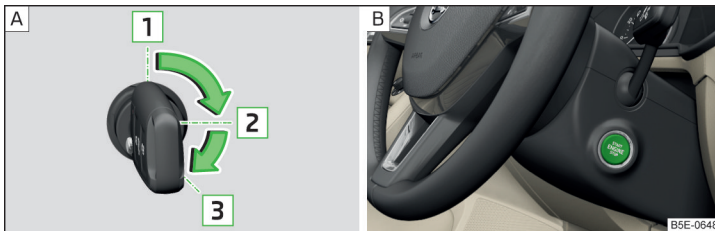

Abb. 238 Positionen des Fahrzeugschlüssels im Zündschloss / Starterknopf
Positionen des Fahrzeugschlüssels im Zündschloss » Abb. 238 - [A]
➤ Den Knopf drücken » Abb. 238 - [B], die Zündung wird ein-/ausgeschaltet.
- Bei Fahrzeugen mit **Zündschloss** den Schlüssel in die Position **3** drehen » Abb. 238 auf Seite 209 - [A], es erfolgt der Startvorgang. Dann den Schlüssel loslassen, der Motor springt automatisch an.
- Bei Fahrzeugen mit **Starterknopf** den Knopf kurz drücken » Abb. 238 auf Seite 209 - [B], der Motor springt automatisch an.
- Bei Fahrzeugen mit **Zündschloss** den Schlüssel in die Position **1** drehen » Abb. 238 auf Seite 209 - [A].
- Bei Fahrzeugen mit **Starterknopf** den Knopf drücken » Abb. 238 auf Seite 209 - [B], der Motor und die Zündung werden gleichzeitig ausgeschaltet.
► Den Knopf gedrückt halten » **Abb. 238 auf Seite 209** -  oder zweimal innerhalb von 1 Sekunde drücken.